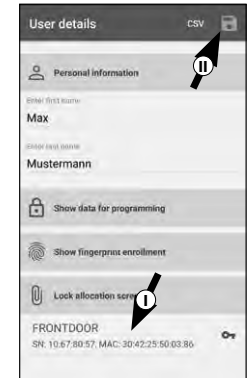

Abb. 33
- 2 Weisen Sie danach einen Zylinder zu, indem Sie ihn in der Liste der bereits registrierten Zylinder antippen (I) (Abb. 33).
- 3 Speichern Sie Ihre Einstellungen durch Antippen des Diskettensymbols oben rechts (II) (Abb. 33).